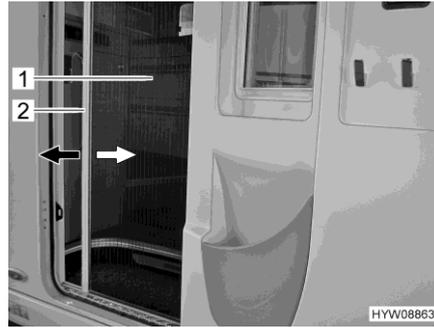

Bild 57 Insektenschutz (Wohnraumtür)
- Griffleiste (Bild 57,2) mit beiden Händen fassen und Insektenschutz (Bild 57,1) gleichmäßig aus der Türaufnahme ziehen.
- Griffleiste (Bild 57,2) mit beiden Händen fassen und Insektenschutz (Bild 57,1) mit leichtem Druck zurück in die Türaufnahme schieben.